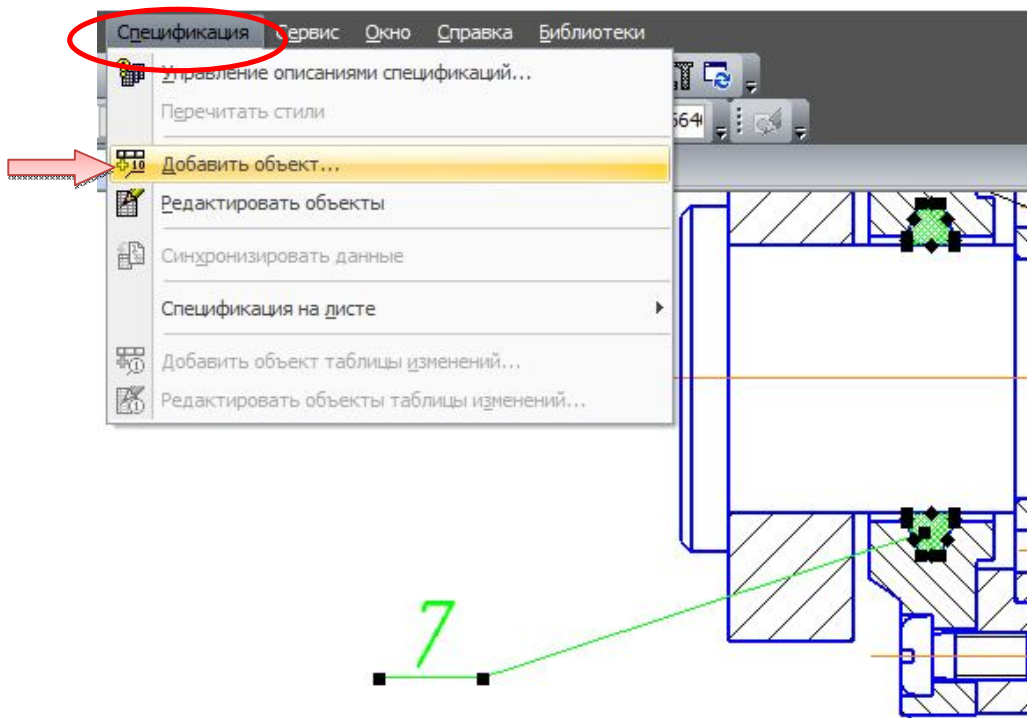

Рис. 4.71. Добавление объекта спецификации «Кольцо»
- Откройте меню «Спецификация» → «Добавить объект» (рис. 4.71).
- Откройте меню «Спецификация» → «Добавить объект» (см. рис. 4.71).